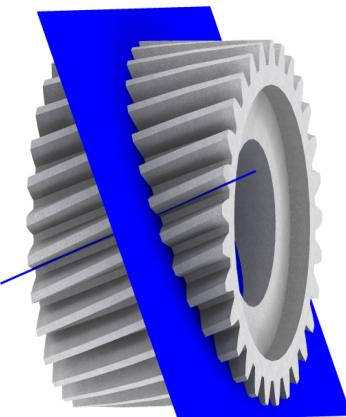

Abbildung 1.2: Schnitt
1.7 Benennen Sie den in Abbildung 1.2 dargestellten Schnitt. (0,5 Punkte)